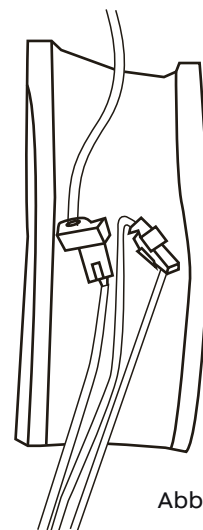

Abbildung 8
3. Verbinden Sie die Anschlüsse der Innen- und Außeneinheit, siehe Abbildung 8.